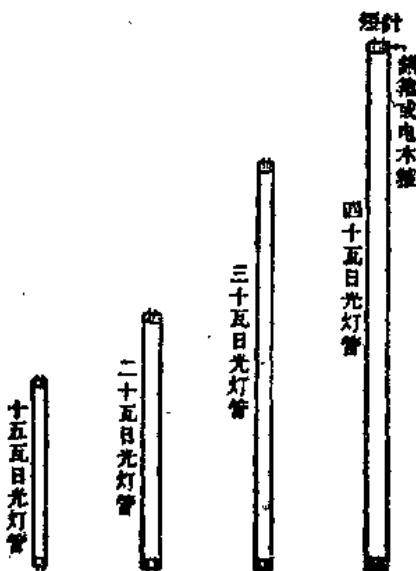

图 2—6 荧光灯管
日光灯的接线依据电压为110伏或220伏而不同，如图2—7所示。
**二、低压开关** 开关是用来接通或切断电路用的。当关闭少量的电灯，小容量的电热器具，这时只须切断不大的电流，可应用手扳开关和按钮开关。在切断较大的电流(10~15安)时，要用闸刀开关(图2—8)，开关应设在离地面